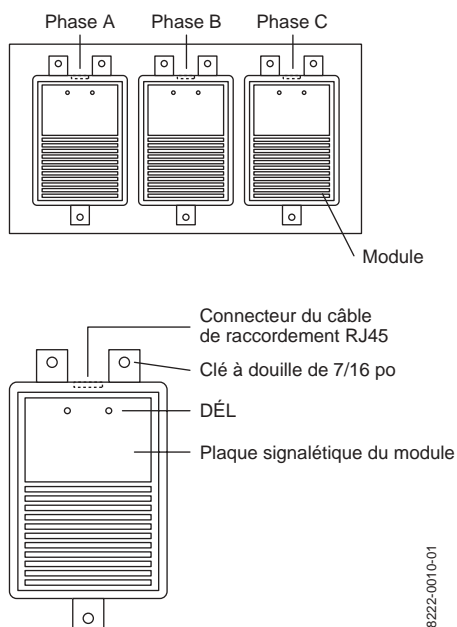

Figure 1: Modules et dispositif SST, vue de dessus
1. Vérifier si le numéro de catalogue des modules de rechange est correct. Le numéro de catalogue se trouve sur la plaque signalétique de chaque module existant et de rechange (voir la figure 1) et sur la plaque signalétique du dispositif SST. Utiliser le tableau 1 déterminer le bon numéro de catalogue de rechange en fonction de la tension du système SST IMA existant et du courant nominal crête de surtension..